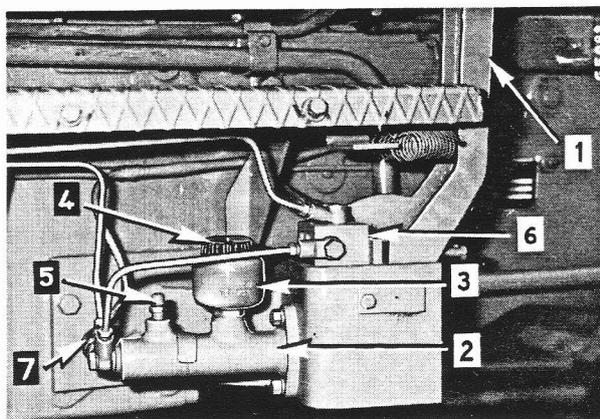
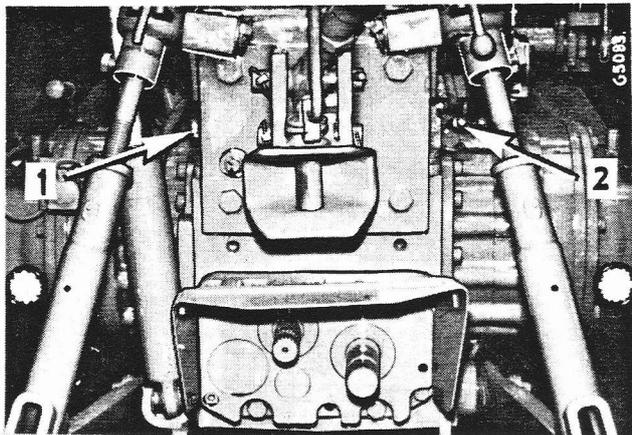

Figure 98
Figure 99 - 1. et 2. Vis de purge d'air.
Vérifiez le niveau du fluide dans le réservoir (3, fig. 98) de la façon suivante :
Remplissez le réservoir de liquide de frein (3, fig. 98).
1. Vis de purge (5) fig. 98
2. Vis de purge (1) fig. 99
3. Vis de purge (2) fig. 99
(1 - 2, fig. 99), selon la méthode décrite ci-dessus.
1. Remplissez le réservoir de liquide de frein (3, fig. 98).
2. Desserrez la vis de purge (5).
3. Appuyez sur les pédales de frein (1).
6. Purgez les 2 cylindres de frein des roues arrière dans l'ordre (1 - 2, fig. 99), selon la méthode décrite ci-dessus.
8. Desserrez la vis de purge (5, fig. 98).
10. Répétez les opérations 7 et 9 sur la vis de purge (1 et 2, fig. 99) suivant l'ordre des numéros. Appuyez sur la pédale correspondante.